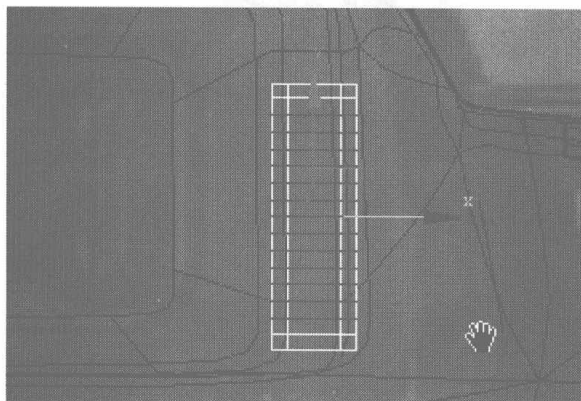
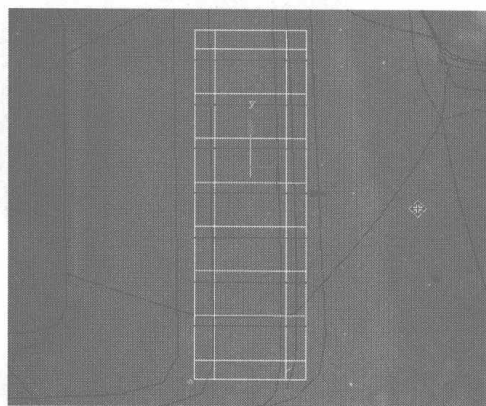

图 6.191
图 6.192
- 03** 选择 Box 物体上的纵向边线，用 Connect 命令为其添加如图 6.191 所示的细分线，再在 Back 视图中选择如图 6.192 所示的边线进行调整。